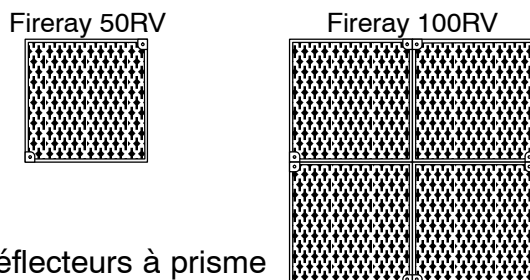

Fig. 3. : réflecteurs à prisme
- Chaque réflecteur est fixé via deux trous de montage (\varnothing 3 mm). Disposez les quatre réflecteurs pour le détecteur Fireray 100RV de manière à éviter des trous de montage au centre (voir fig. 3.).